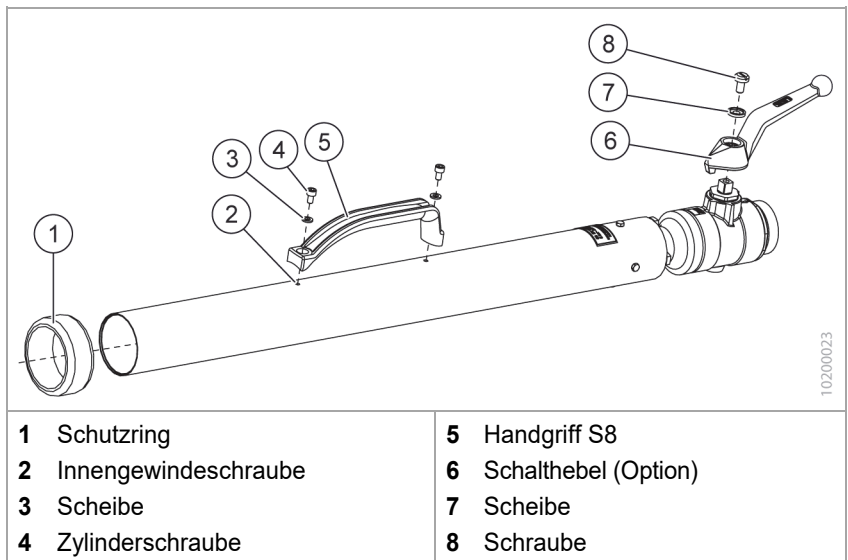

Fig. 3 Reparatur
1. Den Schutzring mit den Noppen aus den Bohrungen heraushebeln und den Schutzring (Fig. 3/1) vom Veredlerrohr abziehen.
1. Die Zylinderschrauben (Fig. 3/5) herausdrehen.
2. Den Handgriff (Fig. 3/6) vom Veredlerrohr abnehmen.
3. Die Zylinderschrauben und die Scheiben (Fig. 3/8) in den neuen Handgriff einsetzen.
4. Den Handgriff in der richtigen Lage auf den Innengewindeschrauben (Fig. 3/3) positionieren und festschrauben.
1. Die Schraube (Fig. 3/9) herausdrehen.
4. Die Schraube und die Scheibe (Fig. 3/8) in den neuen Schalthebel einsetzen.